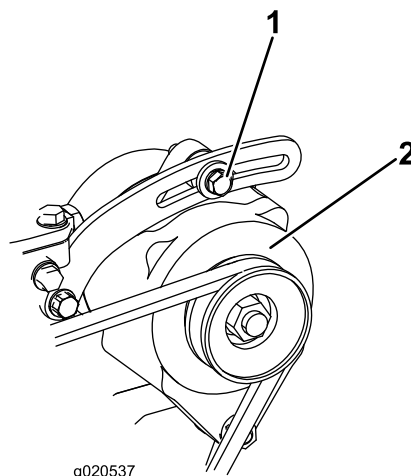

Bild 97
- Lockern Sie bei einer Durchbiegung von mehr oder weniger als 10 mm die Befestigungsschrauben der Lichtmaschine (Bild 97).